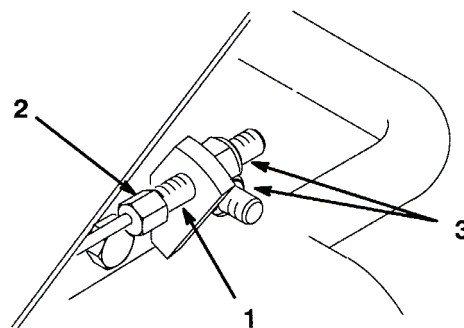

図52
1. ケーブルの端部についている六角部にスパナを当てて回らないように保持しながら、もう一本のスパナでナットを回して調整する（図52）。